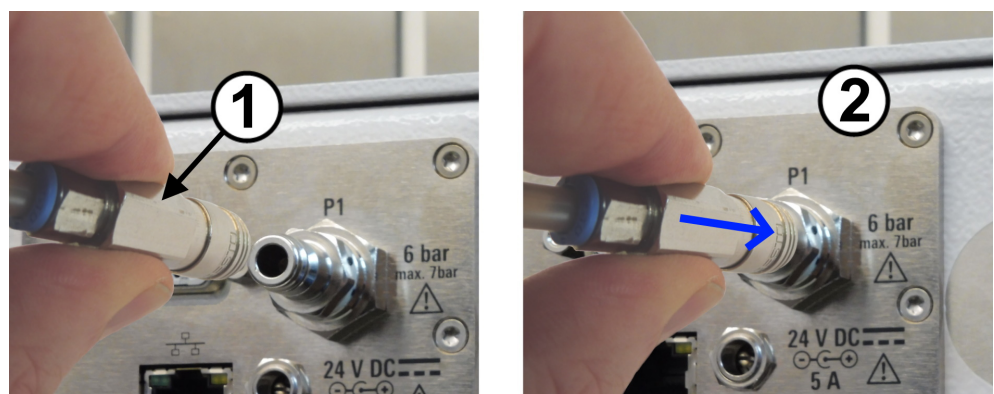

Bild 6-5: Druckluftversorgung anschließen
8. Schließen Sie den Push-Pull-Adapter an den Schnellkuppungsstecker an. Halten Sie dazu den Adapter am hinteren Ende (siehe 1 in Bild 6-5) und schieben Sie ihn auf den Schnellkuppungsstecker (2).